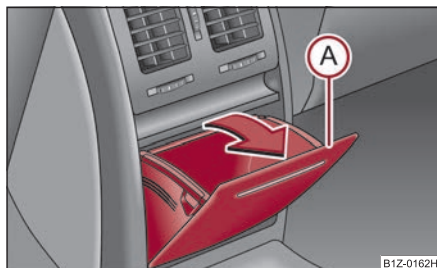

Fig. 128 Consola centrală spate: Compartimentul de depozitare
- Deschideți compartimentul trăgând de marginea de jos (A) în sensul săgeții ⇒ pagina 102, fig. 128.